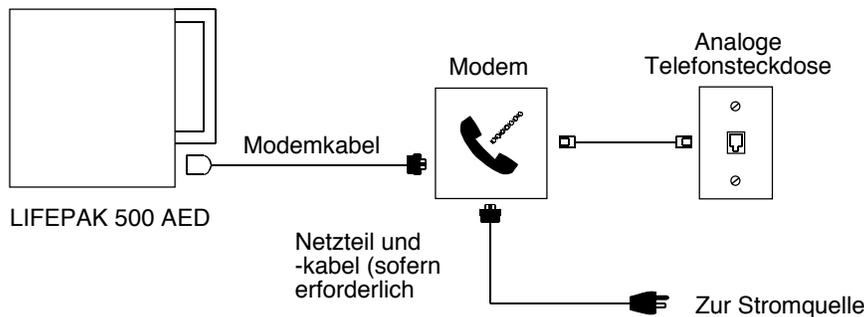

Abbildung 4-4 Anschluß der Geräte zur Datenübertragung über Modem
- 4 Die lokalen Geräte wie in Abbildung 4-4 dargestellt untereinander anschließen.